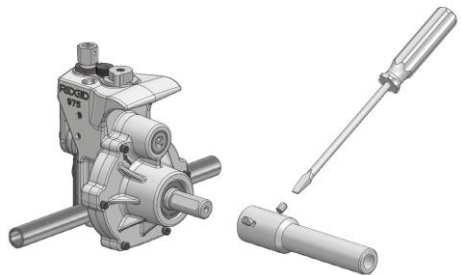

Figura 4 – Instalação da barra adaptadora
1. Instale a barra adaptadora sobre o eixo de acionamento da ranhuradora de tubos (veja a Figura 4). Alinhe os parafusos de ajuste com as partes planas do eixo de acionamento da ranhuradora de tubos e aperte firmemente.